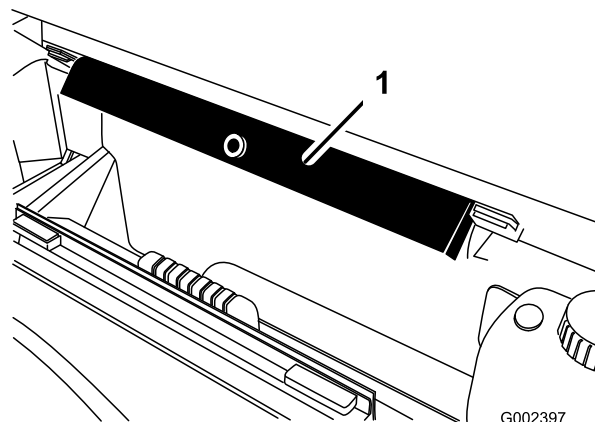

Figura 100
8. Retire o suporte da plataforma dos suportes existentes na parte de trás do painel do sistema ROPS (Figura 100).